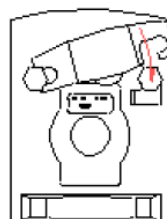

Fig. 8
5. Kiinnittäaksesi teräpidin paina vasen kiinnityslovi ruuvia vasten. Kierrä teräpidintä myötäpäivään kunnes oikeanpuoleinen kiinnityslovi asettuu oikeaa ruuvia vasten. Fig 8.